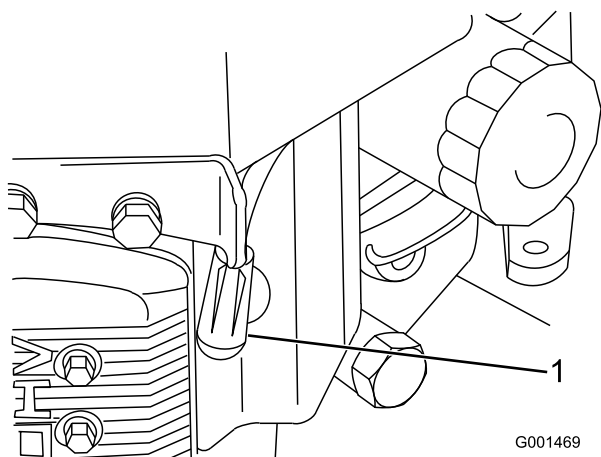

Figure 32
3. Débranchez les bougies (Figure 32).